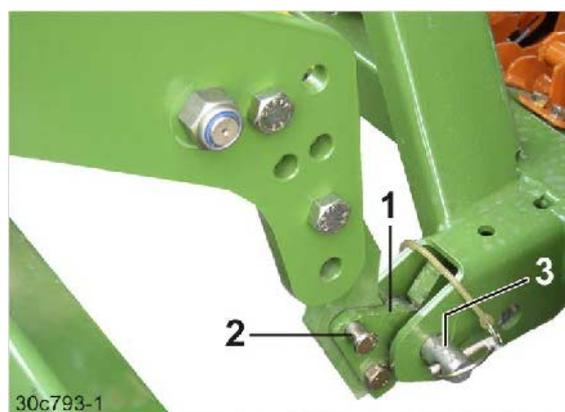

图 89
2. 打开保险丝板（图 89/1）的保险装置。
- 2.1 拔出销栓（图 89/2）。
5. 播种机下铰接点（图 89/3）用抓钩支撑住。
7. 将保险丝板 (图 89/1) 转动移开, 并用一个销栓 (图 89/2) 插上。将螺栓用制轮楔固定好。